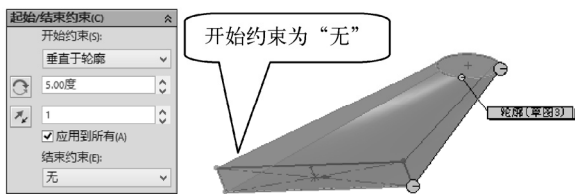
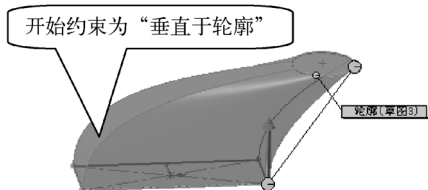

图 3-52 “起始/结束约束”卷展栏
图 3-53 设置“起始/结束约束”的作用
- **“起始/结束约束”** 卷展栏（见图 3-52）：用于设置产生的放样面与轮廓面间的关系，如可设置开始约束“垂直于轮廓”，如图 3-53 所示（取消勾选“应用到所有”复选框，可精确设置“拔模角度”和“相切长度”）。